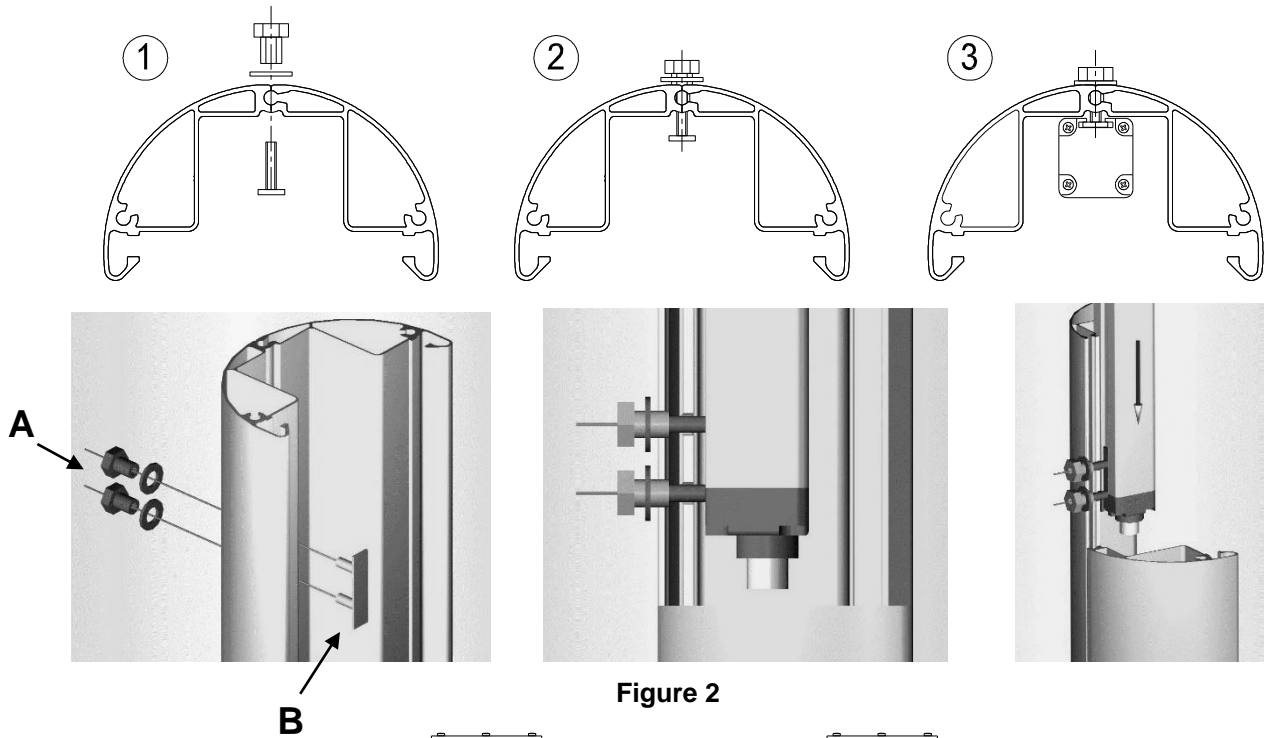

Figure 2
- Insert the hexagonal-head screws **(A)** in the holes of the column *fig.2 step 1*;
- Turn the hexagonal-head screws once to inserts **(B)** *fig.2 step 2*;
- Insert the barrier from the top into the column, (make sure that all the inserts slide in the slot on the back of the barrier, *fig.2 step 3*);
- Predisporre nei fori della colonna le viti a bussola (A) con gli inserti di fissaggio (B), *fig.2 passo1*;
- Avvitare le viti a bussola agli inserti provvisoriamente (un giro di vite) *fig.2 passo2*;
- Alloggiare la barriera all'interno della colonna inserendola dall'alto, facendo in modo che tutti gli inserti precedentemente predisposti, entrino nella scanalatura della barriera, *fig.2 passo3*;